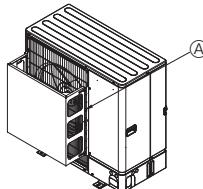
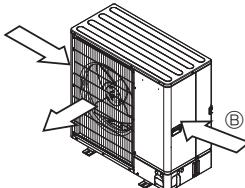

Fig. 2-4
Fig. 2-5
- ② Installieren Sie eine als Sonderzubehör erhältliche Luftauslassführung, wenn die Anlage an einem Aufstellort installiert ist, an dem die Gefahr besteht, dass starker Wind direkt in die Luftaustrittsöffnung bläst. (Fig. 2-4)
- ③ Luftauslassführung
- ④ Bringen Sie die Anlage so an, dass die Abluft aus der Luftaustrittsöffnung im rechten Winkel zu derjenigen Richtung geföhrt wird, aus der saisonal bedingt starker Wind bläst. (Fig. 2-5)
- ⑤ Windrichtung